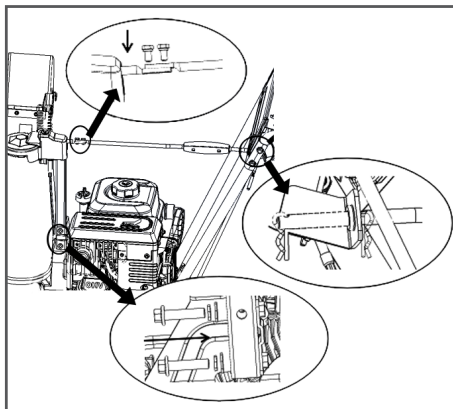

Рис. 5 Фиксация желоба на корпусе
- б. Стойку механизма поворота желоба установите в кронштейн (Рис. 5) и закрепите ее двумя болтами M8 × 40 с пружинными и обычными шайбами.